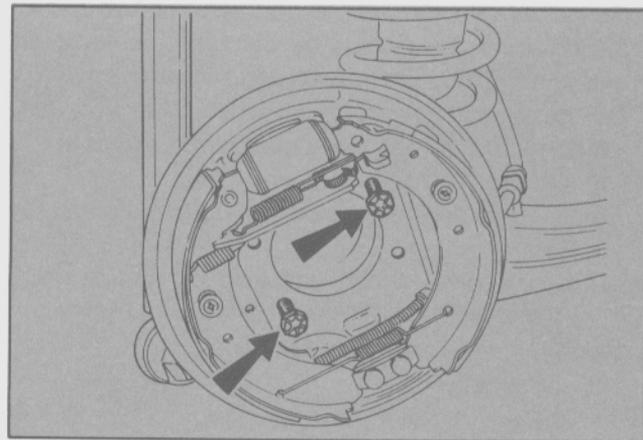

Fig. 67 - Sujeción temporal del plato portafrenos al brazo inferior (con dos tornillos, sin apretarlos)
- Retirar maza de rueda y la tapa de la junta universal del brazo de suspensión. Con el objeto de ayudar a soportar la carga en el tubo de freno, asegurar el plato de frenos al brazo inferior de suspensión con dos tornillos (Fig. 67).